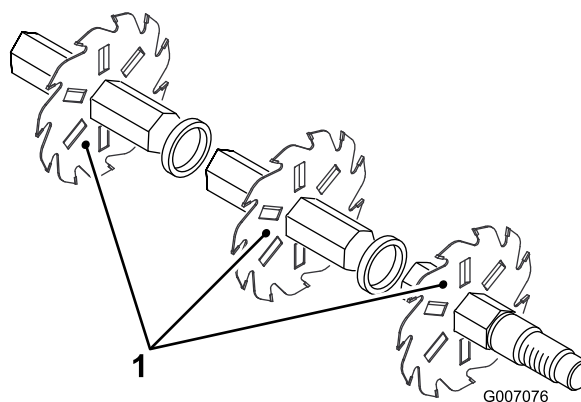

Bild 15
4. Bauen Sie das nächste Messer nach links ein, sodass das Indexreferenzloch nicht um ein Sechstel der Welle mit dem ersten Messerloch ausgerichtet ist (Bild 15). Bauen Sie die anderen Distanzstücke und Messer genauso ein, bis alle Messer eingebaut sind. Bei einem richtigen Einbau sind die Messer auf der Welle zentriert und so gestaffelt, dass es wie eine Helix aussieht.